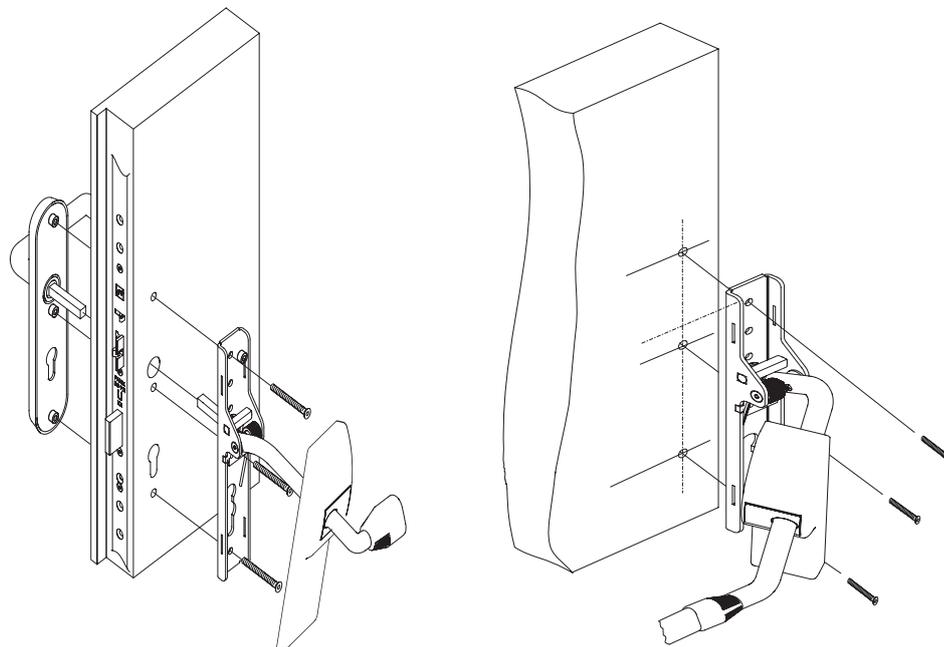

Abb. 2: Montageprinzip
3. Auf der Schlossseite montieren Sie den Schwenkebel mit 3 durchgehenden Schrauben (Abb. 2).
4. Auf der Bandseite verwenden Sie entsprechend des Türwerkstoffes geeignete Schrauben. Setzen Sie ggf. Einnietmuttern ein (Abb. 2).